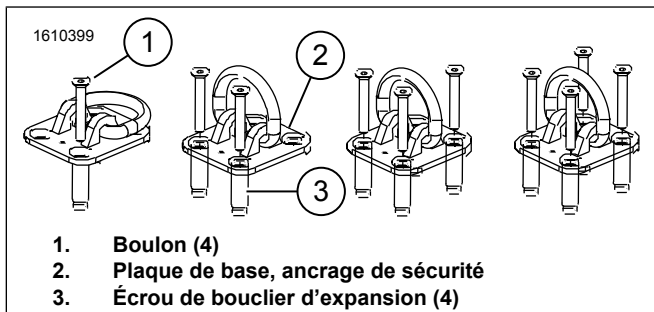

Figure 3. Installation de l'ancrage de sécurité
6. Voir la Figure 3. Placez la plaque de base (2) sur la marque esquissée faite plus tôt.
7. Voir la Figure 3. Installez le boulon à tête hexagone (1). Tournez jusqu'à ce qu'il attrape l'écrou bouclier d'expansion (3).
8. Voir la Figure 3. Aligned la plaque de base (2) et marquez le point central du trou suivant avec un crayon en feutre.
9. Voir la Figure 3. Retirez le boulon à tête hexagone (1) et la plaque de base (2).
11. Voir la Figure 3. Aligned la plaque de base (1) et placez les quatre boulons à tête hexagonaux (1).